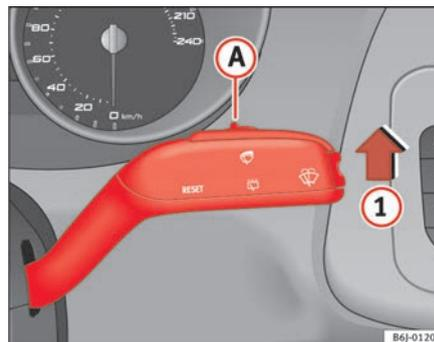

Fig. 60 Leva dell'impianto tergicristalli
- Spostare la leva del tergicristallo nella posizione ① ⇒ fig. 60.